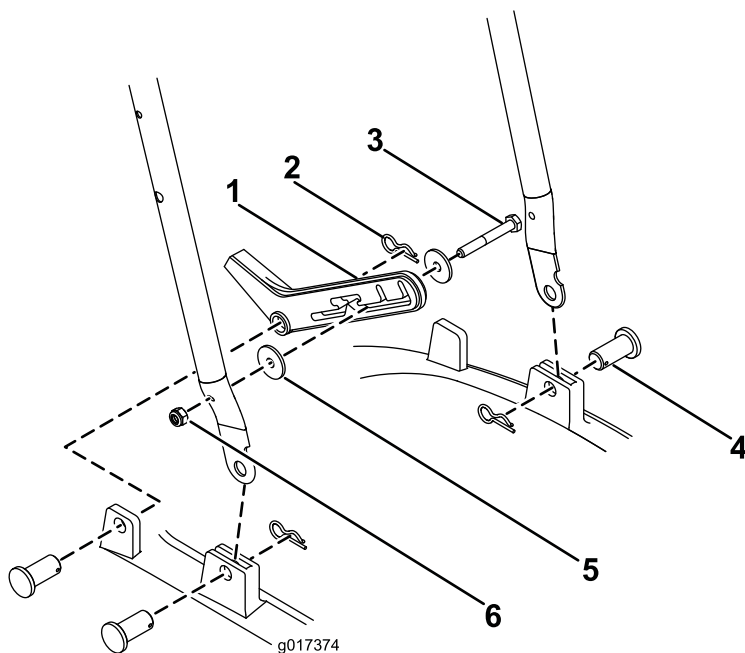

Figura 3
1. Deslice el manillar inferior en el bastidor (Figura 3).
2. Sujete cada lado con un pasador de retención y una chaveta (Figura 3).
3. Sujete la placa de ajuste al lado derecho del manillar inferior con un perno M6, una tuerca M6 y 2 arandelas (Figura 3).
4. Sujete la placa de ajuste al bastidor con un pasador de retención y un pasador de horquilla (Figura 3).